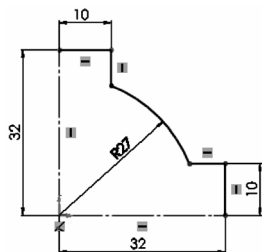

图 2-103 标注尺寸 1
3) 标注尺寸。单击“草图”控制面板中的 (智能尺寸) 按钮, 标注尺寸 1 如图 2-103 所示。